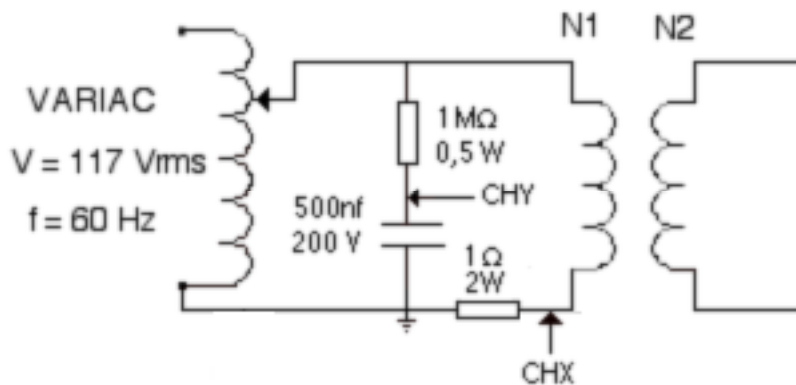

Figura 8.3.- Circuito para observar el ciclo de Histéresis en el osciloscopio
- 17.- Monte el circuito de la figura 8.3 para obtener el ciclo de Histéresis del transformador utilizando el osciloscopio en la modalidad X-Y. Previamente ajuste la perilla de control de voltaje del Variac en cero.